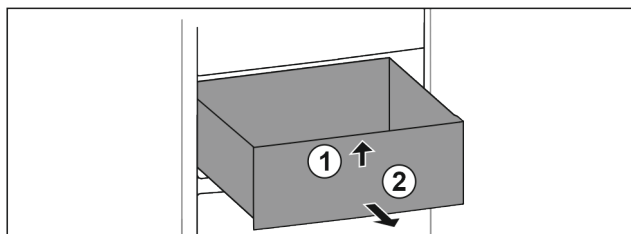

Fig. 99
- ▶ Soulever la partie avant du tiroir. Fig. 99 (1).
- ▶ Retirer le tiroir par l'avant. Fig. 99 (2)